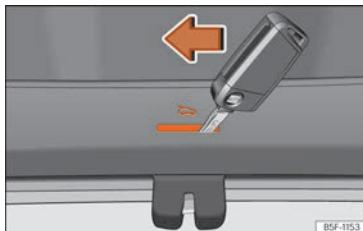

Abb. 106 Ausschnitt Gepäckraum: Notentriegelung (Modell Leon).
- Führen Sie den Schlüsselbart in den Schlitz ein und drehen Sie den Schlüssel in Pfeilrichtung, bis sich das Schloss öffnet »» **Abb. 106**.